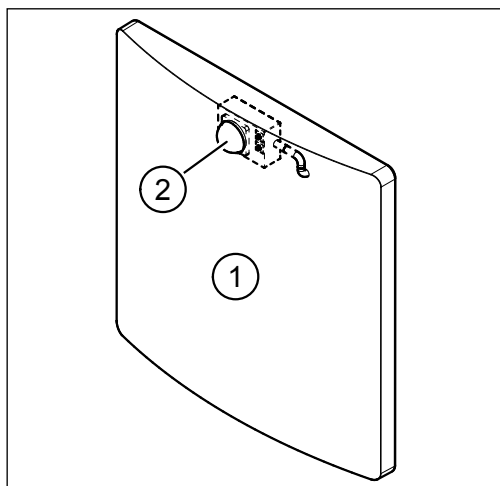

Abb. 15: Ansaugset bei Geräten mit Bewegungsmelder ausbauen
- ▶ Greifen Sie an einer Ecke von unten in den Ansaugdeckel (Pos. 1 in Abb. 15) und ziehen Sie den Ansaugdeckel vom Filterträger ab.
- ▶ Lösen Sie das Anschlusskabel des Bewegungsmelders (Pos. 2 in Abb. 15) von der Anschlussklemme am Lüftermotor.